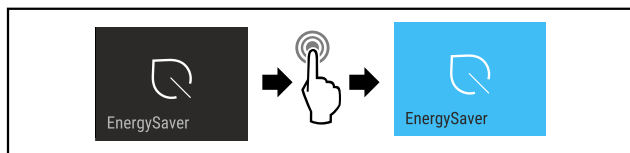

Fig. 16
- Udfør handlingstrinene (se Fig. 16) .